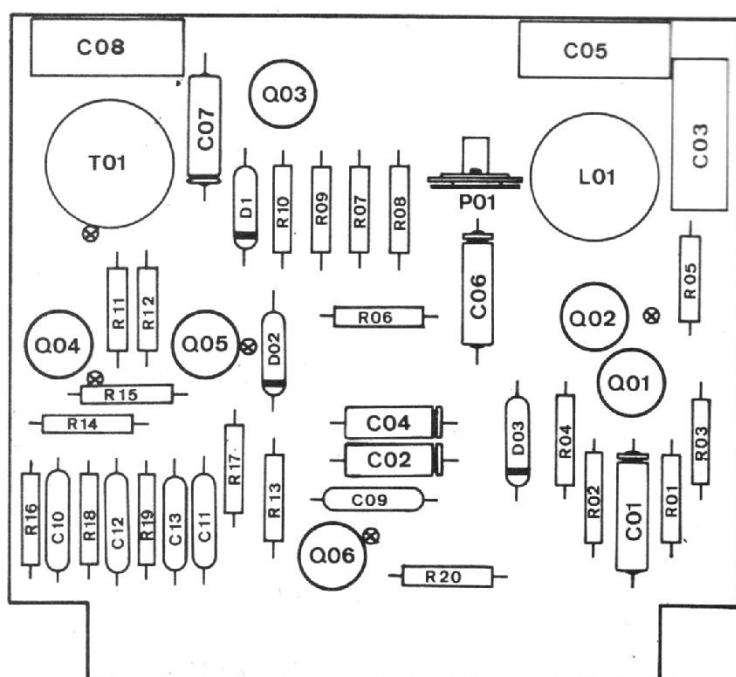

FIG. 6.
dire, deux faces cuivrées). Le côté cuivre, côté éléments, sert de plan de masse, évitant ainsi à tout parasite, de perturber le fonctionnement correct du circuit. Les éléments reliés à la masse, sont donc soudés directement côté éléments. Cependant, pour des composants sensibles à la chaleur, comme le transistor et pour une raison de pratique, la liaison de masse est indirecte; elle se fait par traversée du circuit avec du fil étamé de 5/10. Ces traversées sont repérées sur le circuit «implantation des éléments» (Fig. 6) par des repères (X). Ainsi, le transistor peut facilement être dessoudé en chauffant rapidement les trois points de fixation, côté circuit.